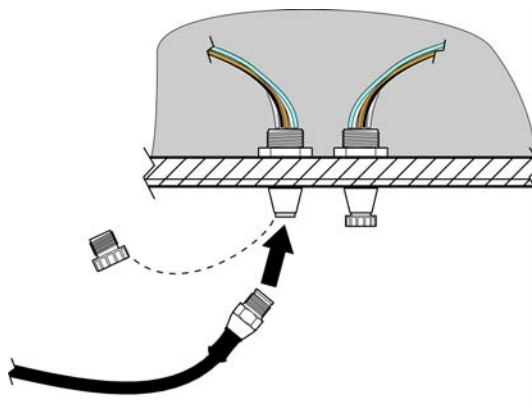

Figura 6 Fije el sensor al controlador con el acople de conexión rápida
1. Desatornille la cubierta protectora de la toma del controlador (Figura 6). Conserve la tapa protectora para sellar la apertura del conector en caso de que se deba desmontar el sensor.